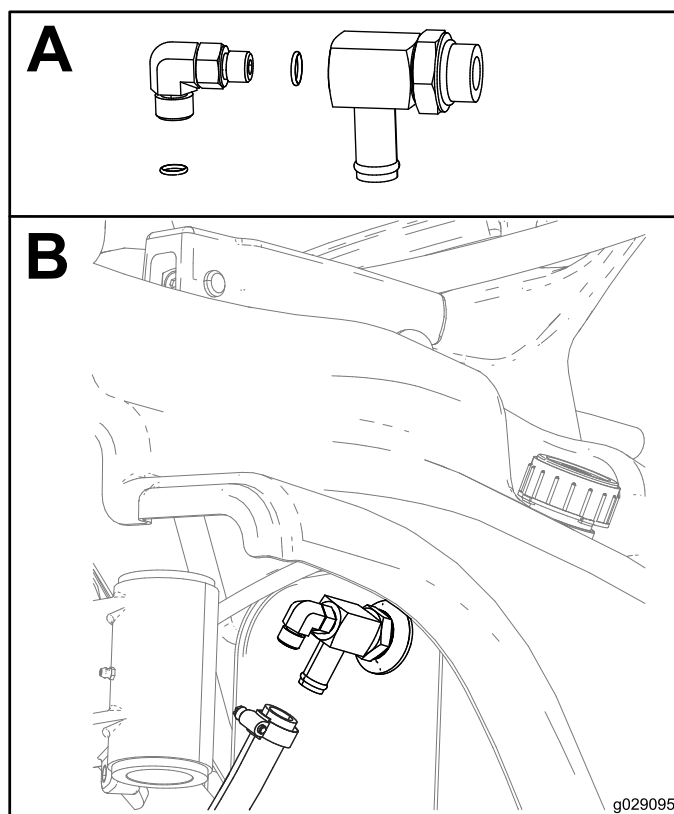

図 18
3. 90°フィッティング 3/8 x 3/8 インチ、オスを、90°フィッティング 3/8 インチ・メス x 3/8 インチ・オス x 3/4 インチ・ホースバーブに、図 18のAのように取り付ける。
4. 機体右側の油圧タンクの後部にある既存のエルボフィッティングを取り外し、90°フィッティングとアダプタを取り付けてホースを接続する。図 18のBを参照。